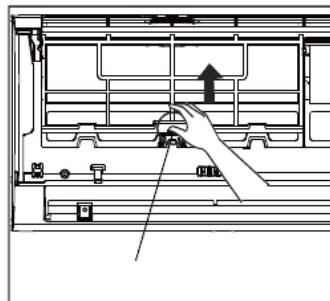
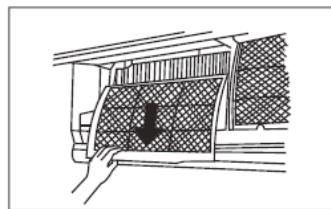

fig. 17 -
fig. 18 -
3. Wyjmij filtry, przesuwając środkowe zatraski w górę, aż zostaną one zwolnione z uchwytu i pociagnij je w dół ("fig. 17 -" e "fig. 18 -").